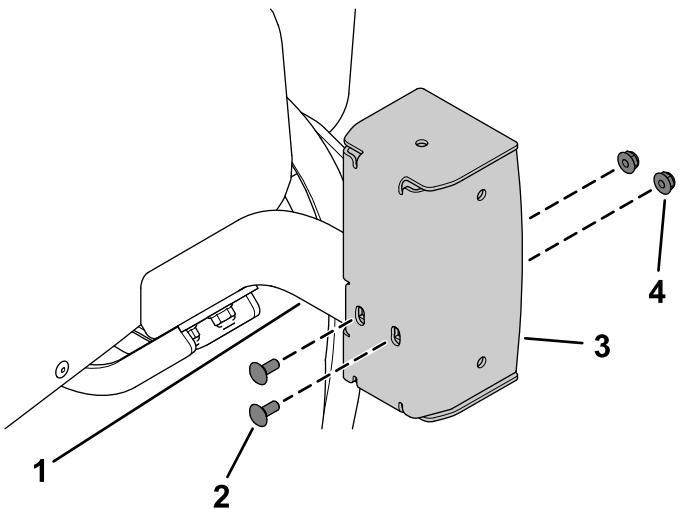

Figura 24
4. Prenda a caixa da luz esquerda e caixa da luz direita à montagem curta esquerda e montagem curta direita utilizando quatro parafusos de carroçaria ($1/4$ x $5/8$ pol.) e quatro porcas de bloqueio ($1/4$ pol.) como se mostra na Figura 24.